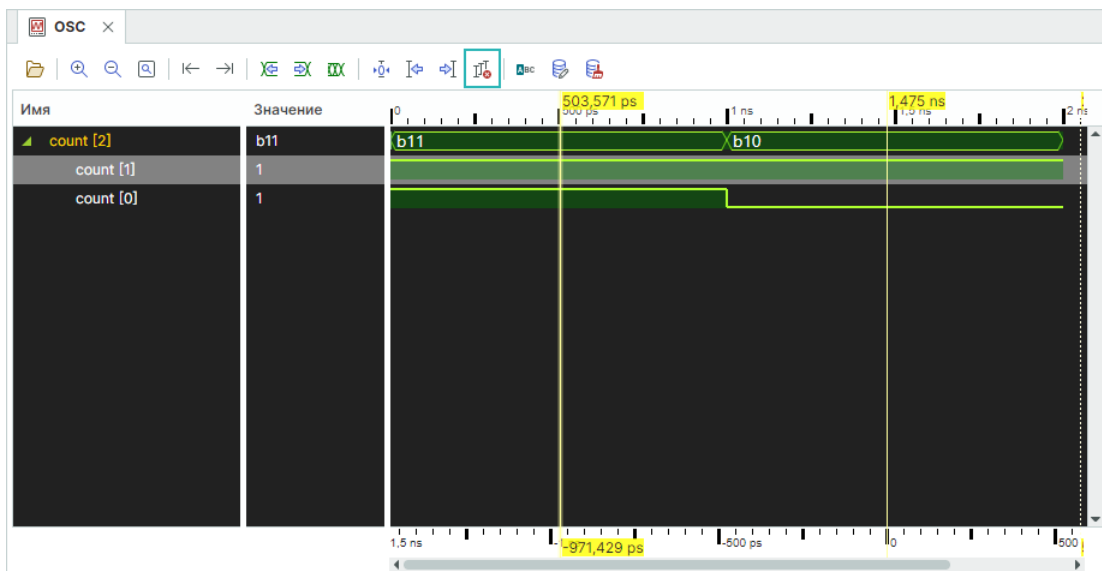

Рис. 47 Расположение кнопок для удаления курсоров
- Удаление курсоров осциллографа. Курсор удаляется двойным кликом по нему, либо при помощи специальной кнопки, расположенной на панели инструментов окна осциллографа см Рис. 47.